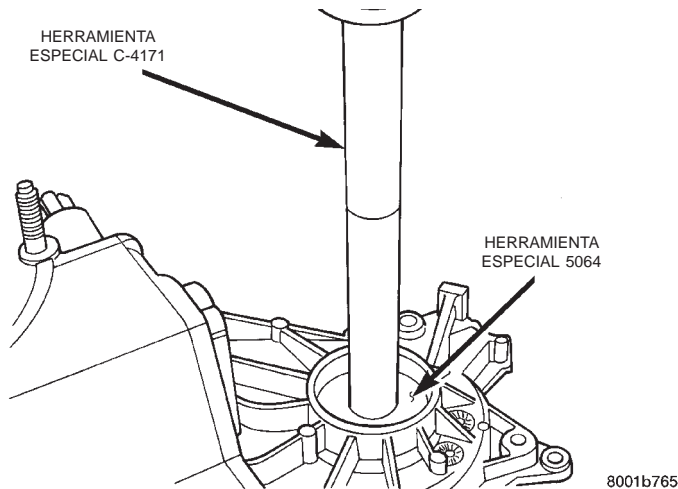

Fig. 43 Instalación del cojinete del eje transmisor delantero
(4) Instale en la caja el cojinete delantero del eje transmisor delantero con las herramientas mango C-4171 y el instalador 5064 (Fig. 43).